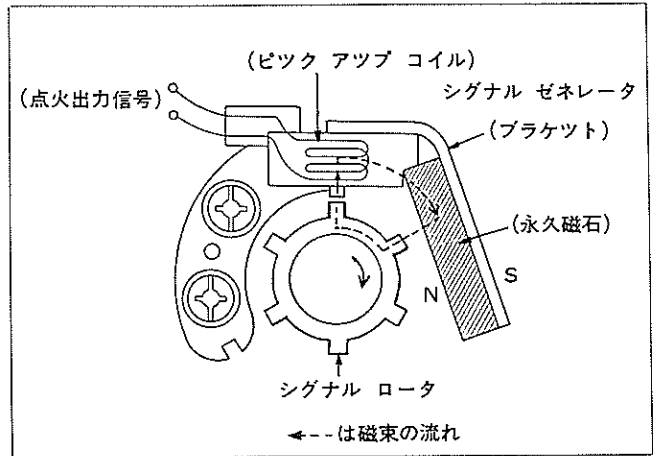

図5-9 磁束の流れ
(1) 永久磁石により生じた磁束が図5-9のようなループで流れます。